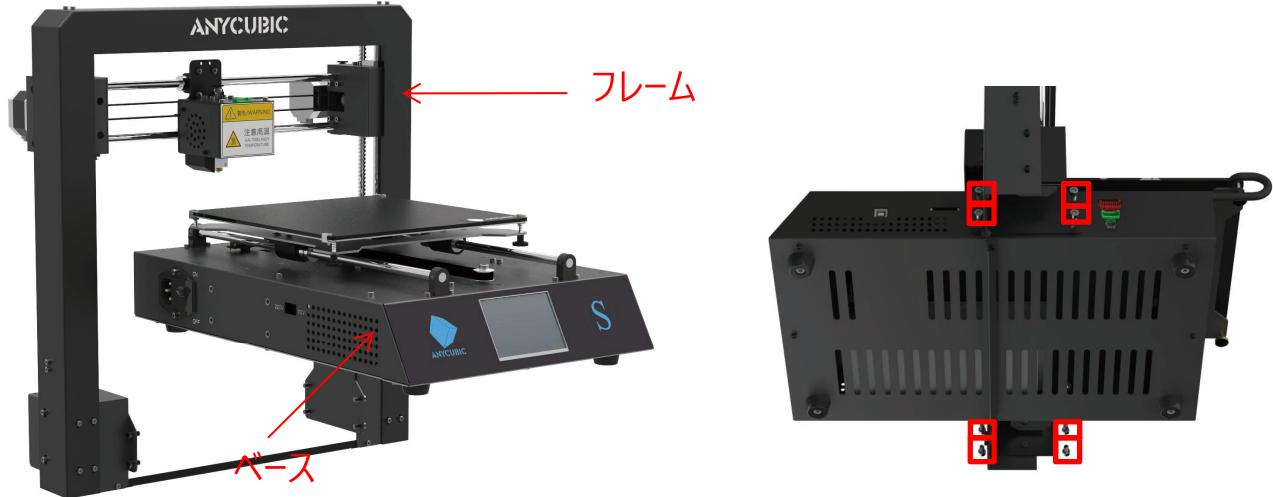

図 1
(1) 図1のように、ベースにフレームを嵌め込んでください。8個のM5ネジでフレームをベースに固定してください。